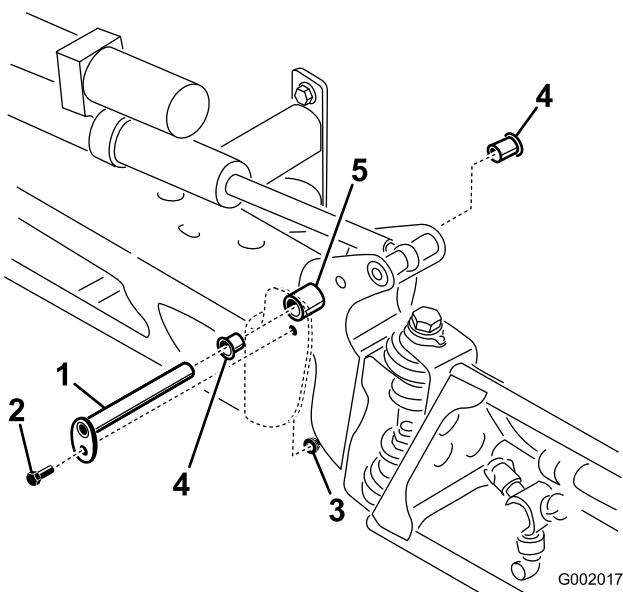

Bild 73
3. Wenn das Gewicht des Auslegers abgestützt ist, nehmen Sie die Schraube und die Mutter ab, mit denen der Lagerbolzen am Ausleger befestigt ist (Bild 73). Nehmen Sie den Lagerbolzen ab.
5. Nehmen Sie die Nylonbüchsen vorne und hinten an der Schwenkhalterung ab und prüfen Sie sie (Bild 73). Ersetzen Sie beschädigte Büchsen.
7. Montieren Sie den Ausleger und die Schwenkhalterung im mittleren Rahmen und richten Sie die Öffnungen aus (Bild 73).